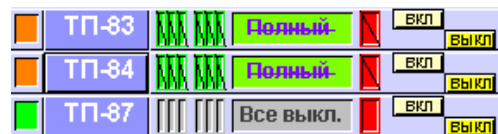

Рис. 17
7.5. В случае, если связь с СТ по каким-нибудь причинам не устанавливается, то индикатор состояния связи становится оранжевым, а контролируемые параметры относящиеся к этой СТ перечеркиваются (см. рис. 17).